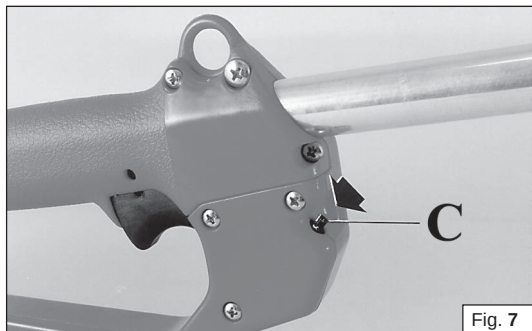

Fig. 7
- 16 - Nie używać przycinakarki elektrycznej w środowisku grożącym wybuchem lub pożarem (Rys. 7).
- 18 - Przechowywać urządzenie w suchym pomieszczeniu, daleko od źródeł ciepła oraz ponad podłożem. Nie narażać przycinakarki elektrycznej na działanie warunków atmosferycznych (deszczu) ani innych warunków podwyższonej wilgotności (Rys. 7).
Надевайте перчатки (Рис. 7), обеспечивающие максимальное поглощение вибраций.
Zakładać rękawice (Rys. 7), które zapewniają maksymalną absorpcję drgań.